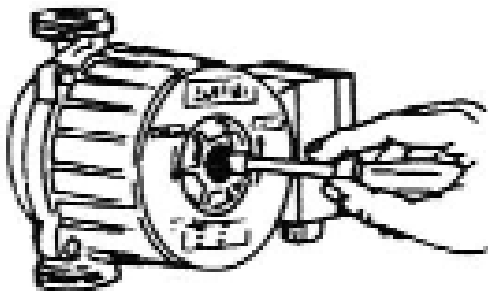
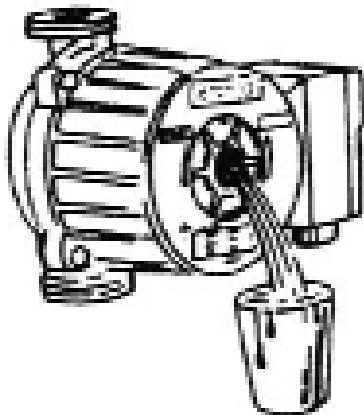

Рис. 2
Рис. 3
- Если необходимо удалить воздух из электродвигателя, медленно отворачивайте крышку выпуска воздуха (рис. 2). При выпуске воздуха возможно вытекание небольшого количества теплоносителя (рис. 3).